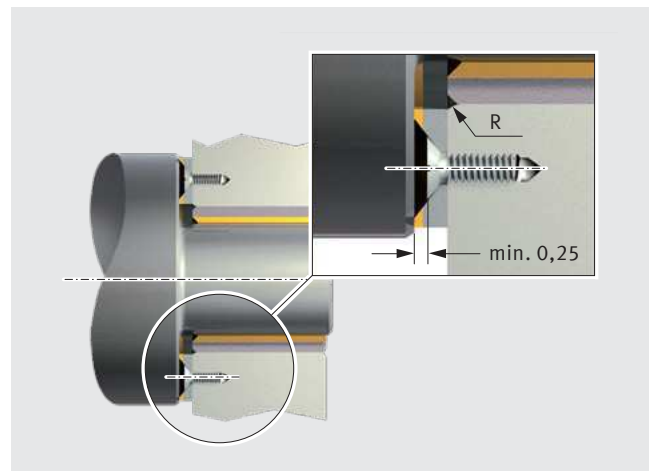

Abb. 42: Befestigen einer Anlaufscheibe PAW ohne Ausnehmung im Gehäuse
- mit mehreren Passstiften oder Schrauben sichern (Abb. 42).